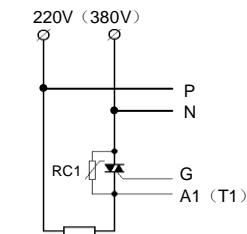
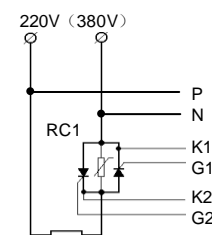

图 11: C2 型应用一 传统触发型单路移相触发
图 12: C2 型应用二 传统触发型单路移相触发
- C2、C8 类型采用传统触发方式，触发有极性且必须接同步信号线，请严格参照前文图 11、图 12、图 15 相关接线图连接。